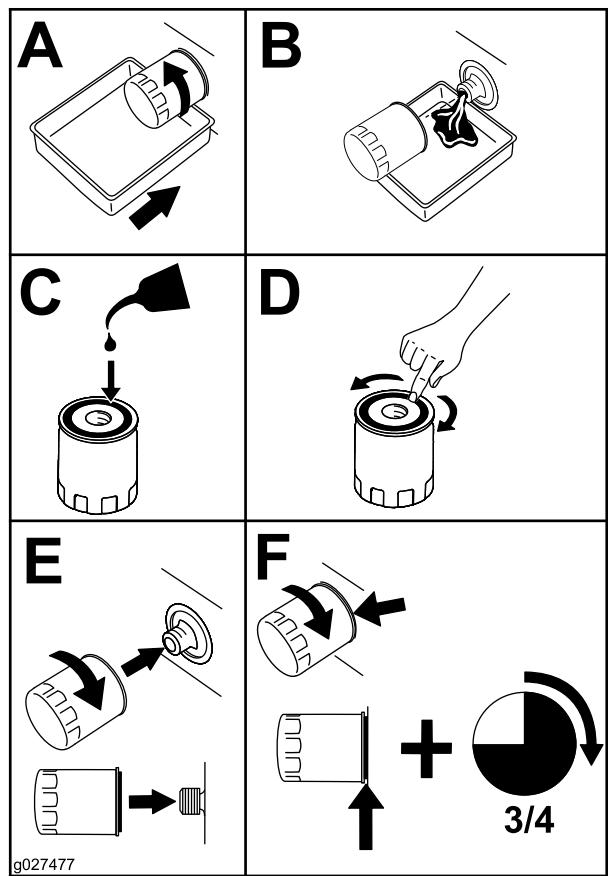

Figure 44
5. Remplacez le filtre à huile moteur (Figure 44).